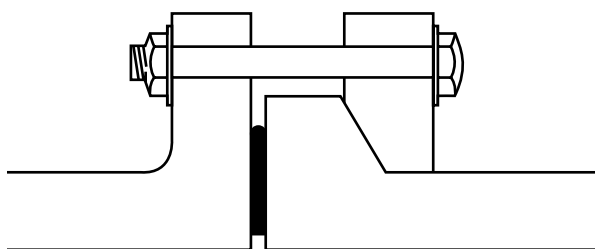

Figura 3-16 Flansa mobila si garnitura cu insertie metalica
- 2 o garnitura cu insertie metalica pentru suprafete plane (nu este necesara canelarea) ca in **Figura 3-16**.